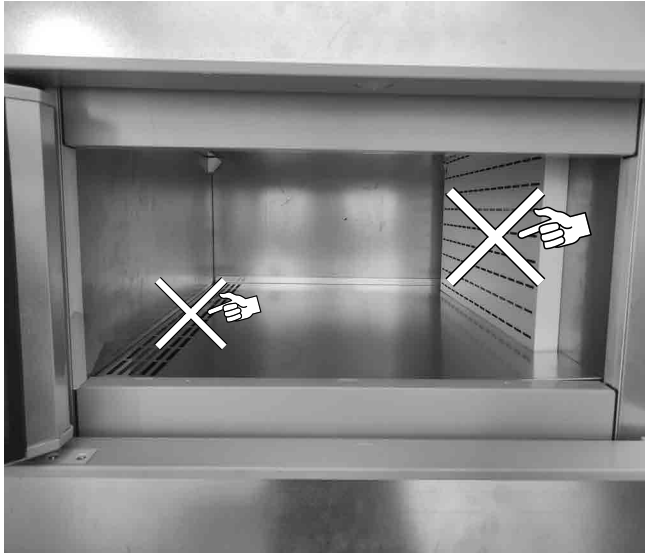

Abb. 22
- Die Waren nicht die Zirkulation der Kaltluft beeinträchtigen ("Abb. 22")